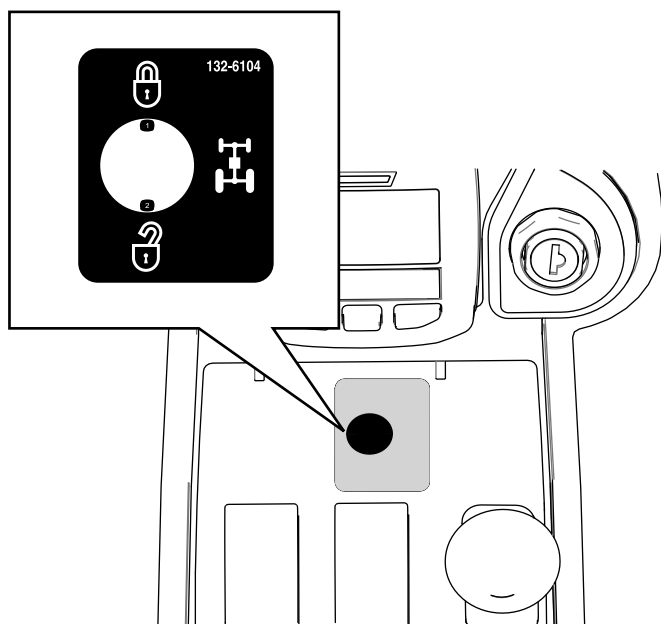

Рисунок 17
2. Прикрепите функциональную наклейку полного привода поверх просверленного отверстия (Рисунок 17).